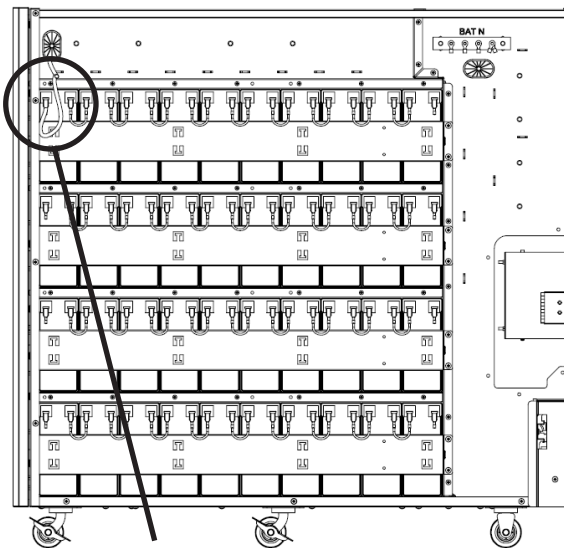

Figure 5-22B
34. Connecter la batterie 20- du groupe 4 à la barre du bus de la batterie - (BAT -) (Figure 5-22B).